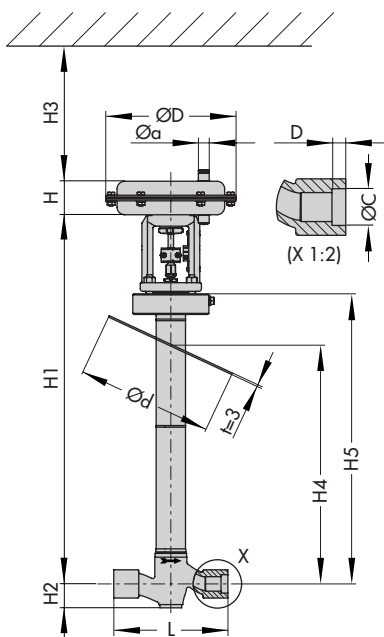

Рис. 6 Проходной клапан тип 3248-1
**Таблица 5б · Проходной клапан тип 3248 из нержавеющей стали, длинный вариант, Class 150...300 (рис. 6)**
**Таблица 5с · Проходной клапан тип 3248 из нержавеющей стали, длинный вариант, Class 600 (рис. 6)**